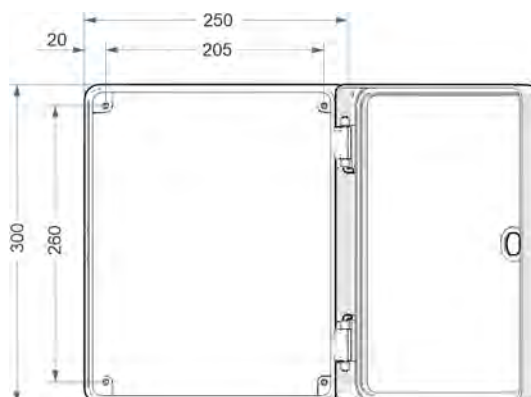

Abb. 6: Wandmontage: DryExx® Small
Bei Montage an einem Montagegestell die dem Lieferumfang beiliegenden Schweißbolzen gemäß Angaben in Abb. 6 an der vorgesehenen Fläche anbringen.
1. Mit einem Helfer den Schaltschrank an die entsprechende Stelle an der Wand halten und die Befestigung gemäß Angaben in Abb. 6 vorbereiten.